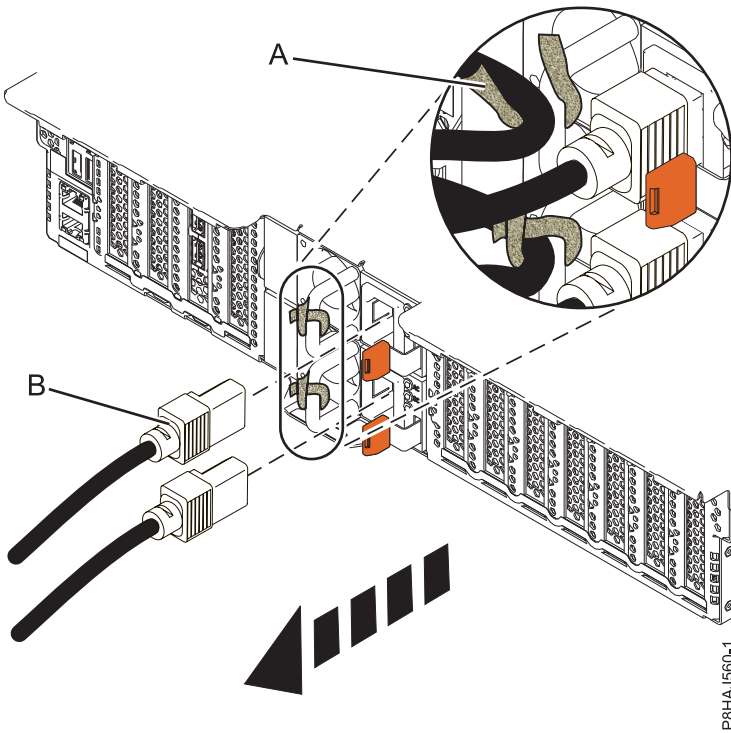
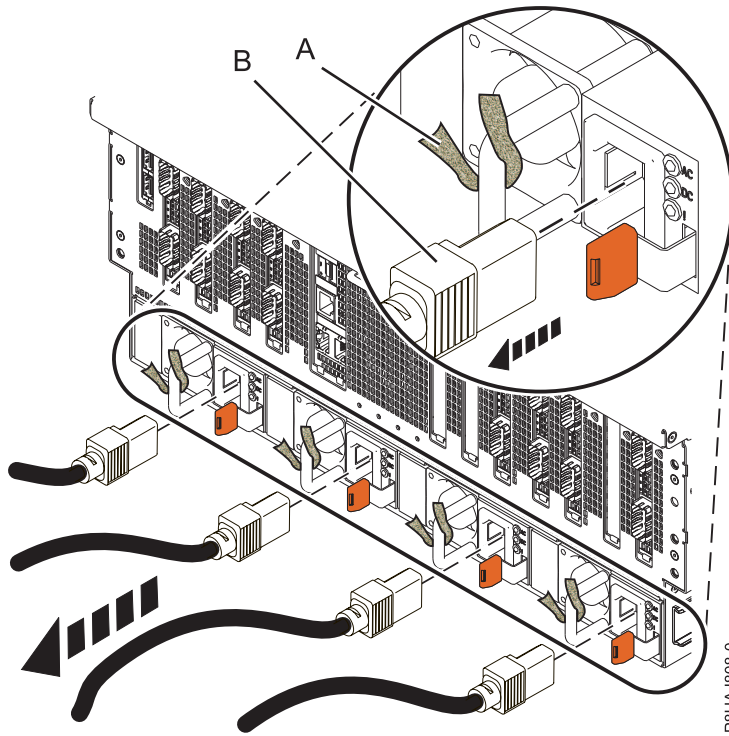

Figure 35. Retrait des cordons d'alimentation d'un système 5148-21L, 5148-22L, 8247-21L, 8247-22L, 8284-21A ou 8284-22A
Figure 36. Retrait des cordons d'alimentation d'un système 8408-44E ou 8408-E8E
3. Débranchez les cordons d'alimentation (**B**) de l'unité centrale. Voir les figures figure 34, à la page 50, figure 35, à la page 50 ou figure 36, à la page 51 selon le type de votre système.